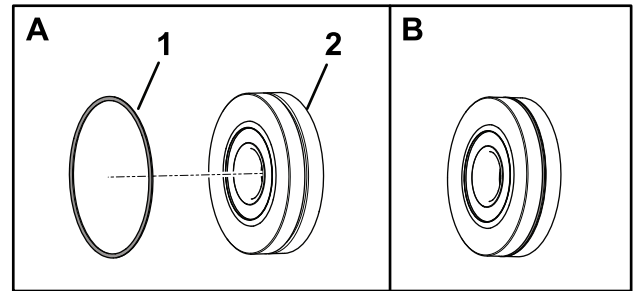

Bild 10
7. Setzen Sie einen O-Ring in die Einkerbung an der Lagergehäusebaugruppe ein (Bild 10).